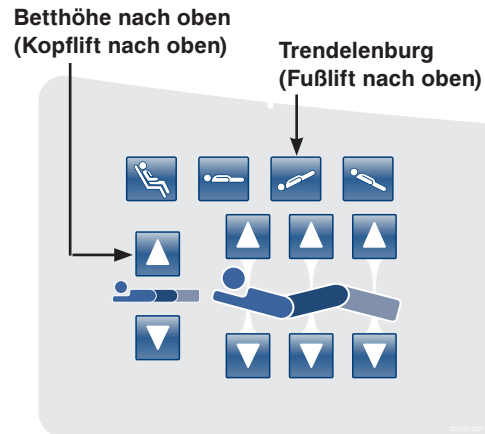

Abbildung 10: Bedienkonsole am Seitengitter des Kopfendes - (Rechte Seite abgebildet)
8. Die Betthöhe auf 50,8 cm anheben, gemessen von der Oberseite des Sitzbereichs zum Boden. Die in Abbildung 10 dargestellten Tasten **Betthöhe nach oben (Kopflift nach oben)** und **Trendelenburg (Fußlift nach oben)** drücken.